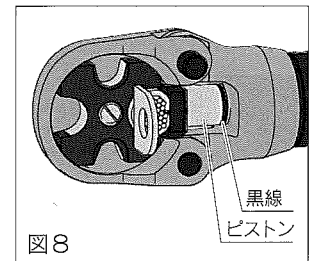

図8
- 9 更に作動スイッチを操作し、端子(スリーブ)が圧着され圧力規制装置が作動(音が変わる)するまで操作してください。このときピストンロット部の圧着完了ライン(黒線)が完全に見えていることを確認してください。見えていれば圧着は正常に行われ、これで圧着完了です。(図8)